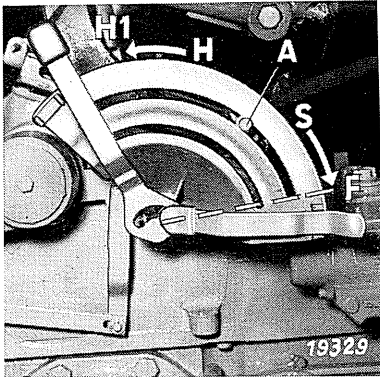

Bild 36
Zur Einstellung des Freiganges wird der Steuerhebel H 1 (Bild 36) bis zum Endanschlag des Segmentbogens nach unten gebracht (F).